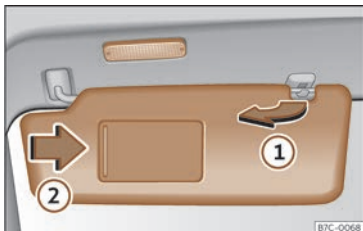

Fig. 84 Pare-soleil.
- Le pare-soleil peut être retiré du support et rabattu contre la portière >>> fig. 84 ①.